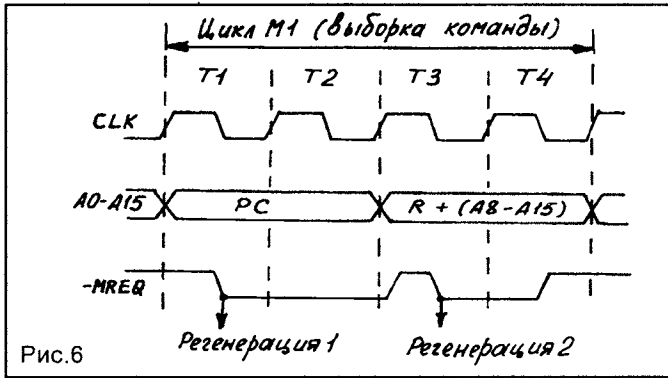

Рис.6
Понимание работы программы невозможно без рассмотрения временной диаграммы (рис.6) цикла выборки команды микропроцессора Z80 [3].
Собственно “активная” пауза начинается со строки #7611. Далее, в процессе работы программы счетчик адреса PC поочередно принимает значения #7611...#7619 и #7691...#7698. При этом 7 младших разрядов A0...A6 (PC) на шине адреса в режиме “Регенерация 1” (рис.6) находятся в диапазоне #11...#19.